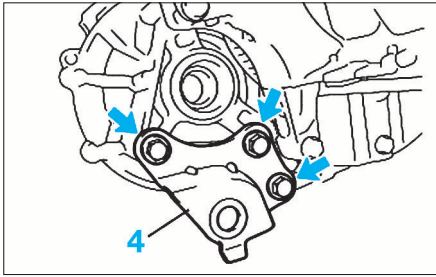

FIG. 4
- Déposer le support (4) de tige de réglage de position du moteur de la boîte (fig. 4).